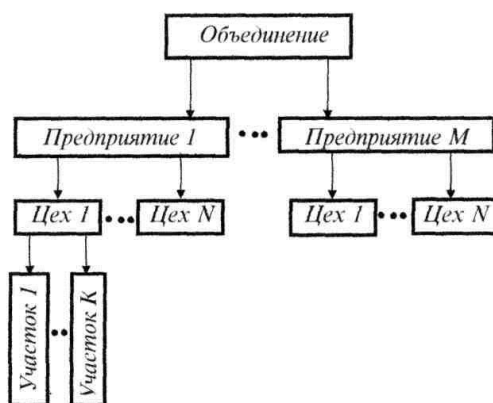

Рисунок 5.2 – Пространственная иерархия
**Пространственная иерархия.** Признаком деления здесь является площадь, занимаемая объектом. Чем больше площадь объекта, тем выше его ранг (рисунок 5.2).